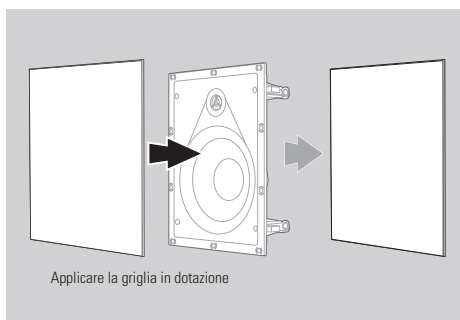

Figura 8
5. Posizionare la griglia sull'altoparlante. (Figura 8)